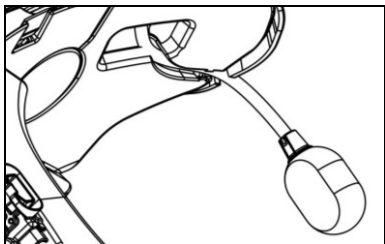

Fig. 9
- Posizionare il microfono nell'apposita sede sul lato destro del casco, inserendo il braccetto del microfono nella scanalatura presente sul telaio di aggancio mentoniera (Fig. 9).